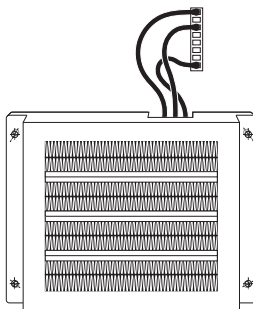

Рис. 21.
7. Подключите нагревательный элемент к разъему «мама» в приборе. Убедитесь, что соединение «мама-папа» надежно зафиксировано до щелчка (рис. 21).